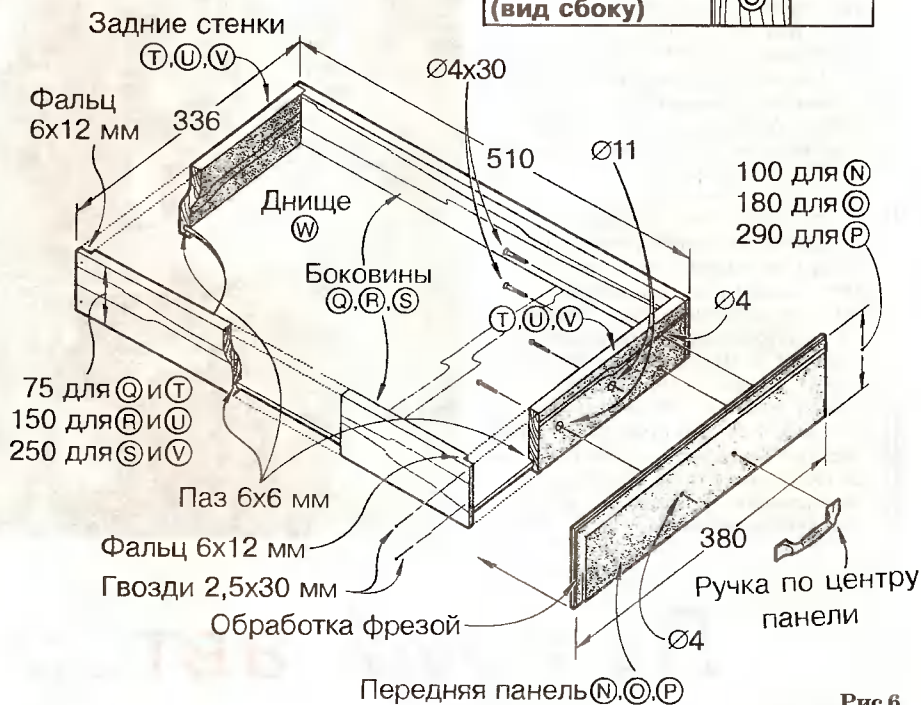

Рис.6
6. Просверлите в передних стенках ящиков по паре монтажных отверстий, в которые далее будут установлены ручки (рис. 6).